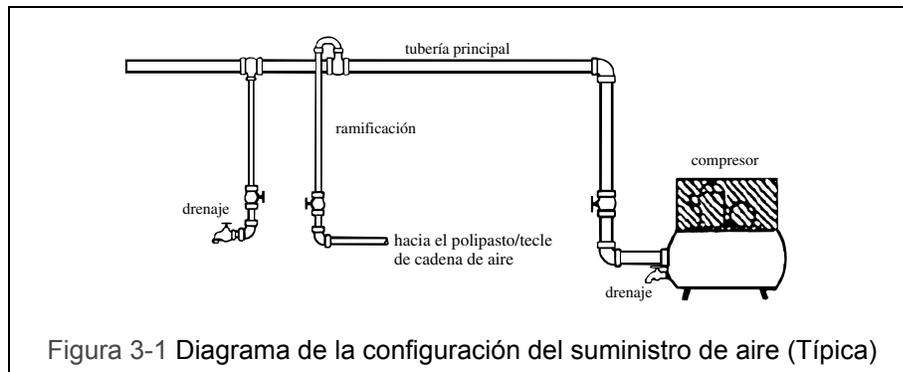

Figura 3-1 Diagrama de la configuración del suministro de aire (Típica)
- 3.6.1 **⚠ PRECAUCIÓN** Configuración del sistema - El sistema debe configurarse como se muestra en la Figura 3-1. Dado que la humedad tiende a acumularse en los sistemas de aire comprimido, podría generarse corrosión si el sistema no se drena de manera periódica.